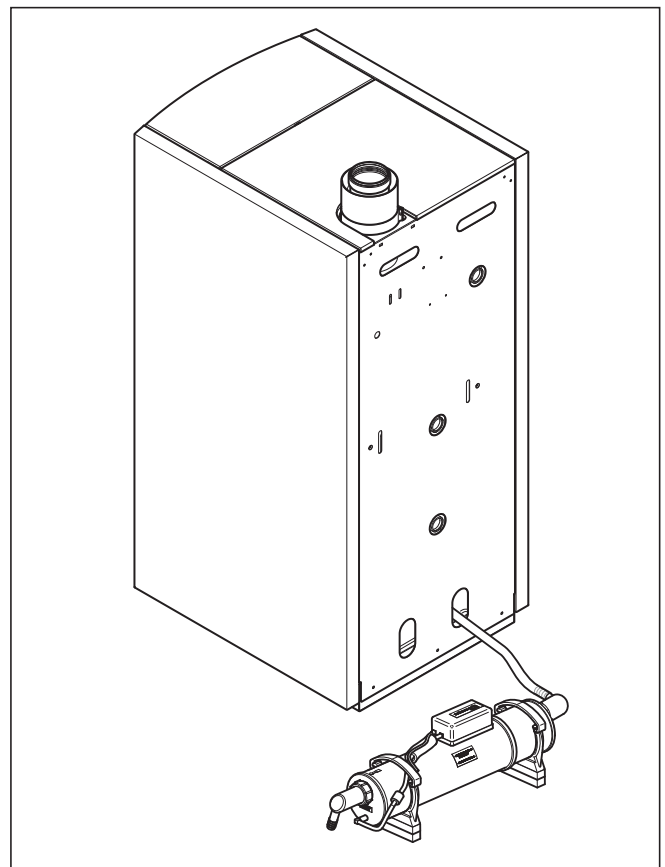

Abb. 3.4 Öl-Neutralisationseinrichtung platzieren (1)
- Führen Sie den Ablaufschlauch/Kondensatschlauch durch die Öffnung in der Rückwand nach draußen (→ **Abb. 3.4**).